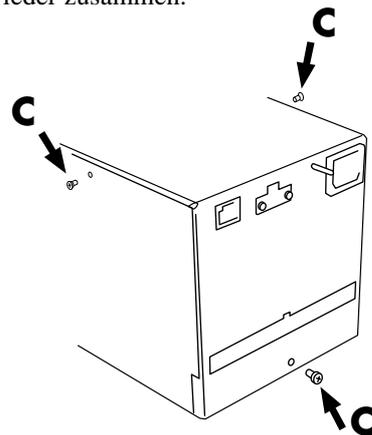

Abbildung B3.2b Abdeckung lösen
3. Entfernen sie die drei Schrauben (C) wie in Abbildung B3.2b.